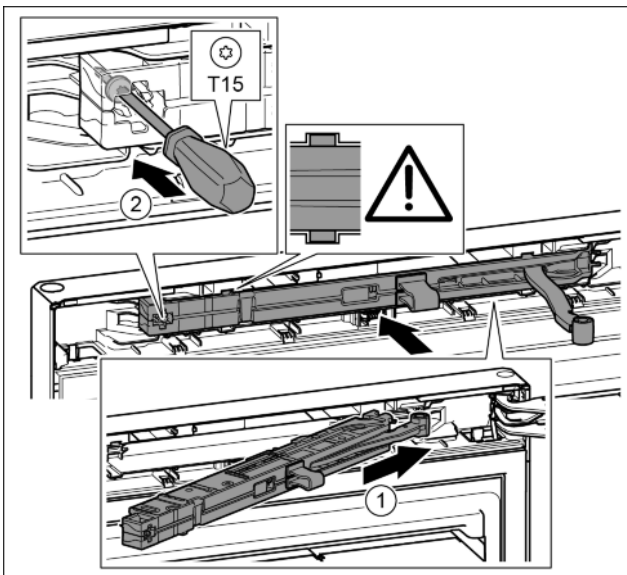

Fig. 25
- ▶ Вставить узел амортизатора со стороны опорного кронштейна в выемку до упора под наклоном. Fig. 25 (1)
- ▶ Затянуть винт отверткой T15. Fig. 25 (2)